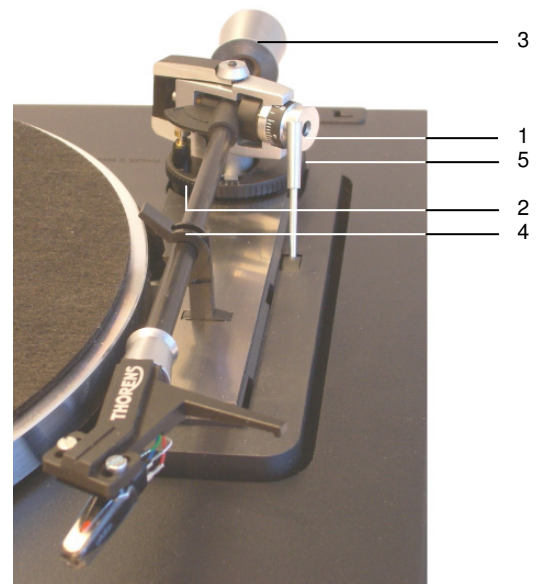

Fig. 6
Stellen Sie den Regler für die Auflagekraft (1) auf 0 und drehen Sie die Antiskating-Einrichtung (2) entgegen dem Uhrzeigersinn bis an den Anschlag (Fig. 6).
Entriegeln Sie den Tonarm (4) und schwenken ihn nach innen. Bringen Sie den Lifthebel (5) in Stellung , dabei den Tonarm festhalten (Fig. 6).
Turn the tracking force adjuster (1) to "0" and the anti-skating knob (2) counter-clockwise until it stops (Fig. 6).
Unlock the tone arm (4) and move it a bit towards the centre of the platter. Bring the lift-lever (5) into position **DOWN** while holding back the tone arm (Fig. 6).
Amenez le bouton de réglage de la force d'appui (1) sur 0 et tournez le bouton de réglage de l'antiskating (2) dans le sens inverse des aiguilles d'une montre jusqu'au blocage complet (Fig. 6).
Déverrouillez le bras de lecture (4) et déplacez-le vers l'intérieur. Actionnez le levier du lève-bras en tenant le bras de lecture (Fig. 6).